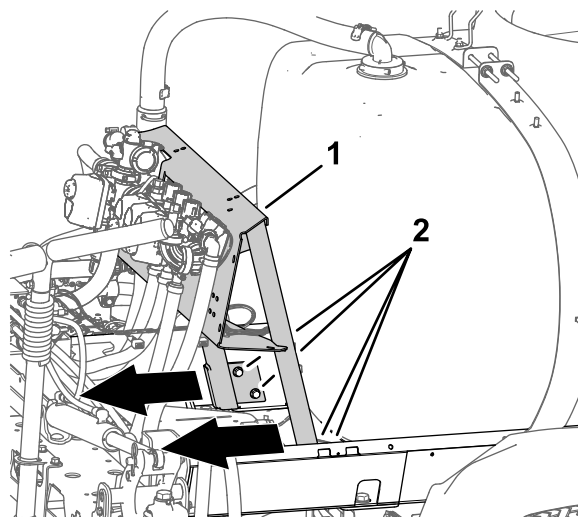

図 11
1. バルブマウントをタンクのフレームに固定しているフランジヘッドボルト $\frac{3}{8}$ x 1 インチ 4本とフランジロックナット $\frac{3}{8}$ インチ4個をゆるめる **図 11**。
2. バルブマウントを後方へ移動する **図 11**。